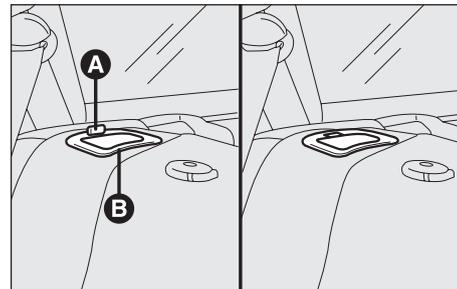

Abb. 43
**ZUR BEACHTUNG** Die Rückenlehne rastete korrekt ein, wenn die Taste (**A**, **Abb. 43**), die sich neben jedem Griff (**B**, **Abb. 43**) befindet, in den Griff zurückgekehrt ist.